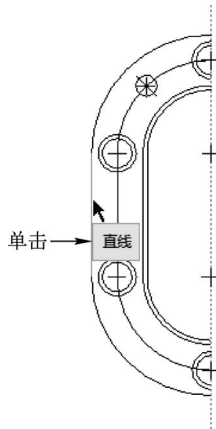

图 4-14 单击鼠标左键一
STEP 02 在功能区选项板的“草绘”选项卡中, 单击“尺寸”面板中的“法向”按钮, 在绘图区最左侧的直线上单击鼠标左键, 如图 4-14 所示。